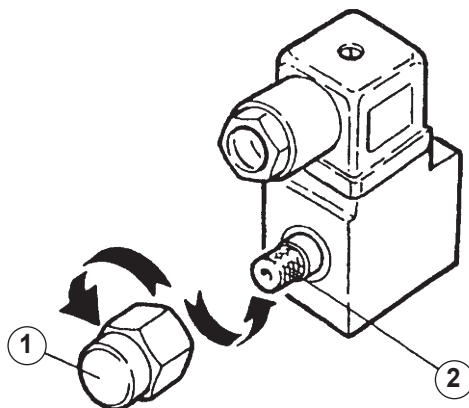

Fig.15
Rif. fig. 15
Ref. fig. 15
Zu Abb. 15
Réf. fig. 15
1) Elettrovalvola di discesa **EV1** (fig. 15).
1) Solenoid valve **EV1** for descent (fig. 15).
1) Elektroventil für die Absenksteuerung **EV1** (Abb. 15).
1) Electrovanne de descente **EV1** (fig. 15).
1) Electroválvula de descenso **EV1** (fig. 15).